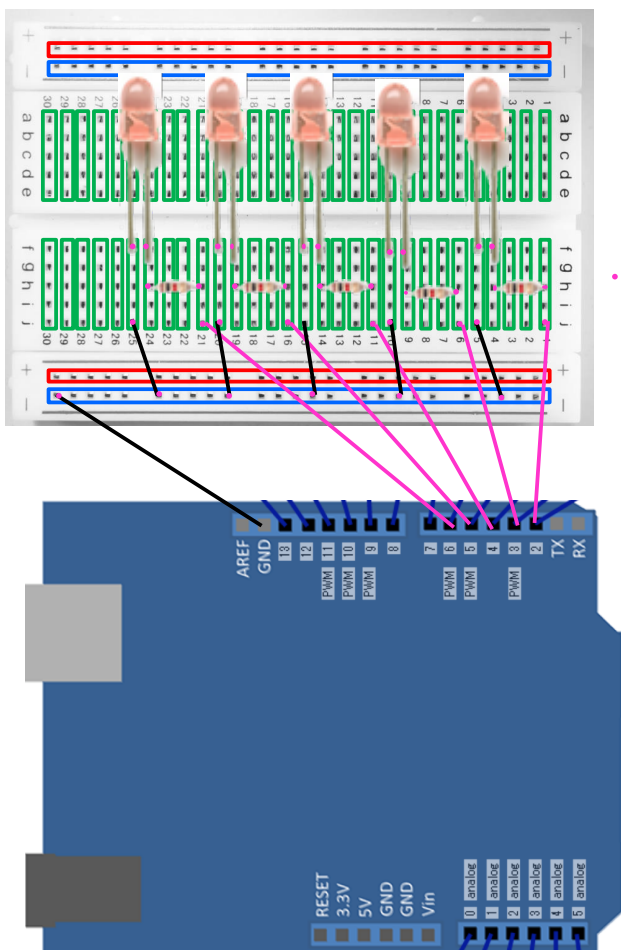

図 6.4-3 マイコンの 2 番ピンから 6 番ピンに LED をつなぐ回路の回路図(上)と実体配線図(下)
図 6.4-3 とプログラムリスト 6.4-3 は LED を 2 番ピンから 6 番ピンにそれぞれつないだ回路図・配線例とプログラム例です。LED と抵抗が 5 組並んでいます。setup 関数に見慣れない for 文がありますが、これは中括弧{}の中を i を 2 から 6 まで 1 ずつ増やしながらか繰り返すということを書いています。2 ピンから 6 ピンまでなので 2 と 6 です。2 から 8 までにするなら、2 と 8 にすれば OK です。
3. 図 6.4-3 の回路で全ての LED を同時に点灯、消灯して点滅するプログラムを for 文とカウンタ変数をうまく使って書いてみましよう。